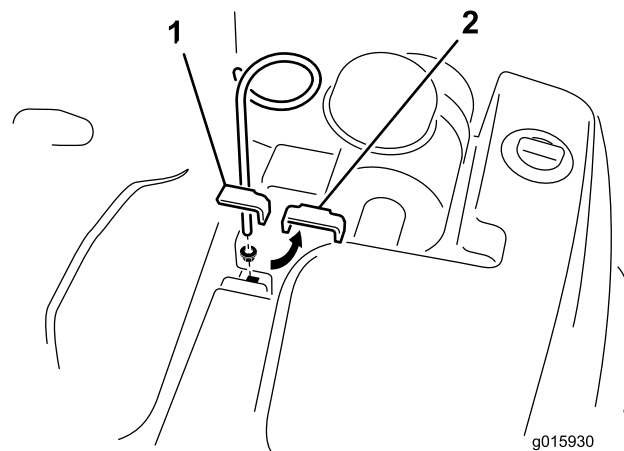

Bild 6
1. Entfernen Sie die Schraube, Scheibe und Mutter, mit denen die obere Hydraulikbehälterklemme am Rahmen befestigt ist (Bild 6). Entfernen Sie die Klemme, Schraube, Scheibe und Mutter und werfen sie weg.
2. Befestigen Sie die Schlauchführung mit der mitgelieferten Bundmutter. Positionieren Sie die Schlauchführung wie in Bild 6 dargestellt.